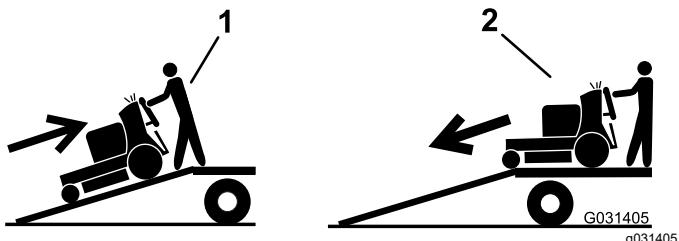

Figura 31
5. Suba a rampa em marcha atrás (Figura 31).